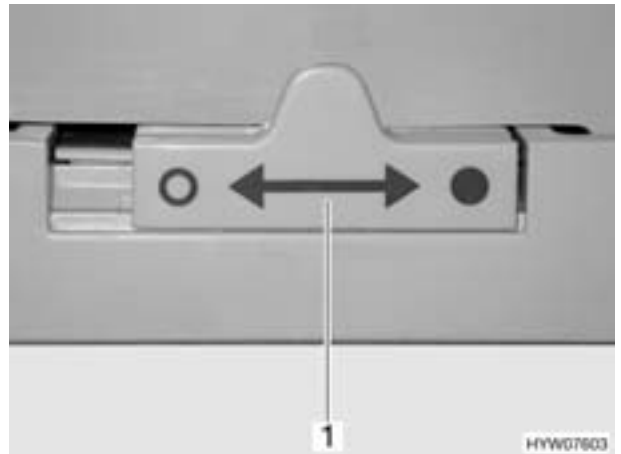

Bild 160 Verriegelung der Kühlschranktür (Variante 4)
- Verriegelung (Bild 160,1) nach links "◀" schieben.
- Verriegelung (Bild 160,1) ganz nach rechts "●" schieben.